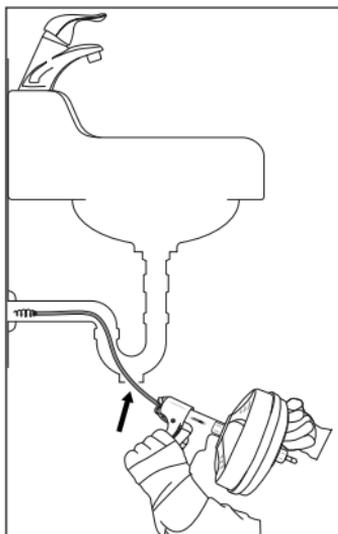

Fig. 1
- ▶ Préparez l'appareil et la zone de travail selon les présentes instructions afin de réduire le risque de blessures liées aux décharges électriques, au feu, au basculement de l'appareil, à une spirale ⑧ tordue ou cassée, de blessures liées aux produits chimiques, aux infections ou à d'autres causes et d'éviter un endommagement de l'appareil.
- 6) Si vous utilisez l'appareil manuellement, assurez-vous que la manivelle ④ est en place et qu'elle est fermement fixée à l'appareil.
- Pour de nombreux tuyaux d'évacuation, la spirale ⑧ peut être passée au travers de la bonde.
- Sur d'autres lavabos, il faudra peut-être retirer un bouchon de nettoyage ou un siphon (voir fig. 1). Placez impérativement un récipient sous l'ouverture de nettoyage ou sous le siphon pour récupérer l'eau qui s'écoule.